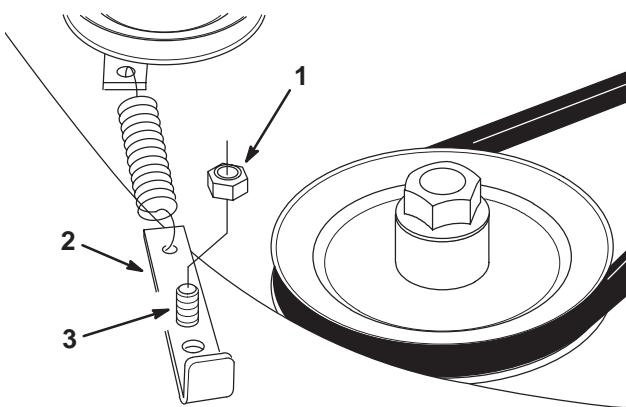

Figure 34
- Soulevez l'ancrage du ressort et dégarez-le de la vis d'assemblage (Fig. 34).
- Reposez l'ancrage sur la vis d'assemblage en utilisant le trou approprié pour augmenter la pression du ressort sur la poulie de tension du plateau (Fig. 34).
- Remettez l'écrou sur la vis d'assemblage et serrez l'écrou (Fig. 34).